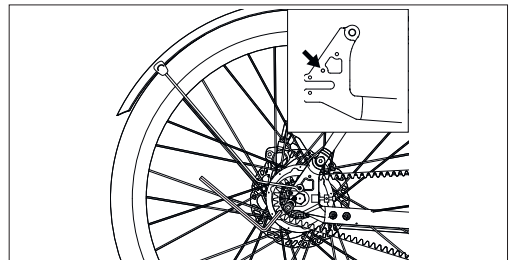

Figure 6-2
- d. Après avoir fixé le support supérieur, utilisez une clé Allen de 4 mm pour retirer les 2 vis au niveau du dérailleur. Ensuite, alignez les jambes du garde-boue avec les trous d'installation, comme indiqué dans les [Figures 6-2] et [6-3], puis resserrez les vis.